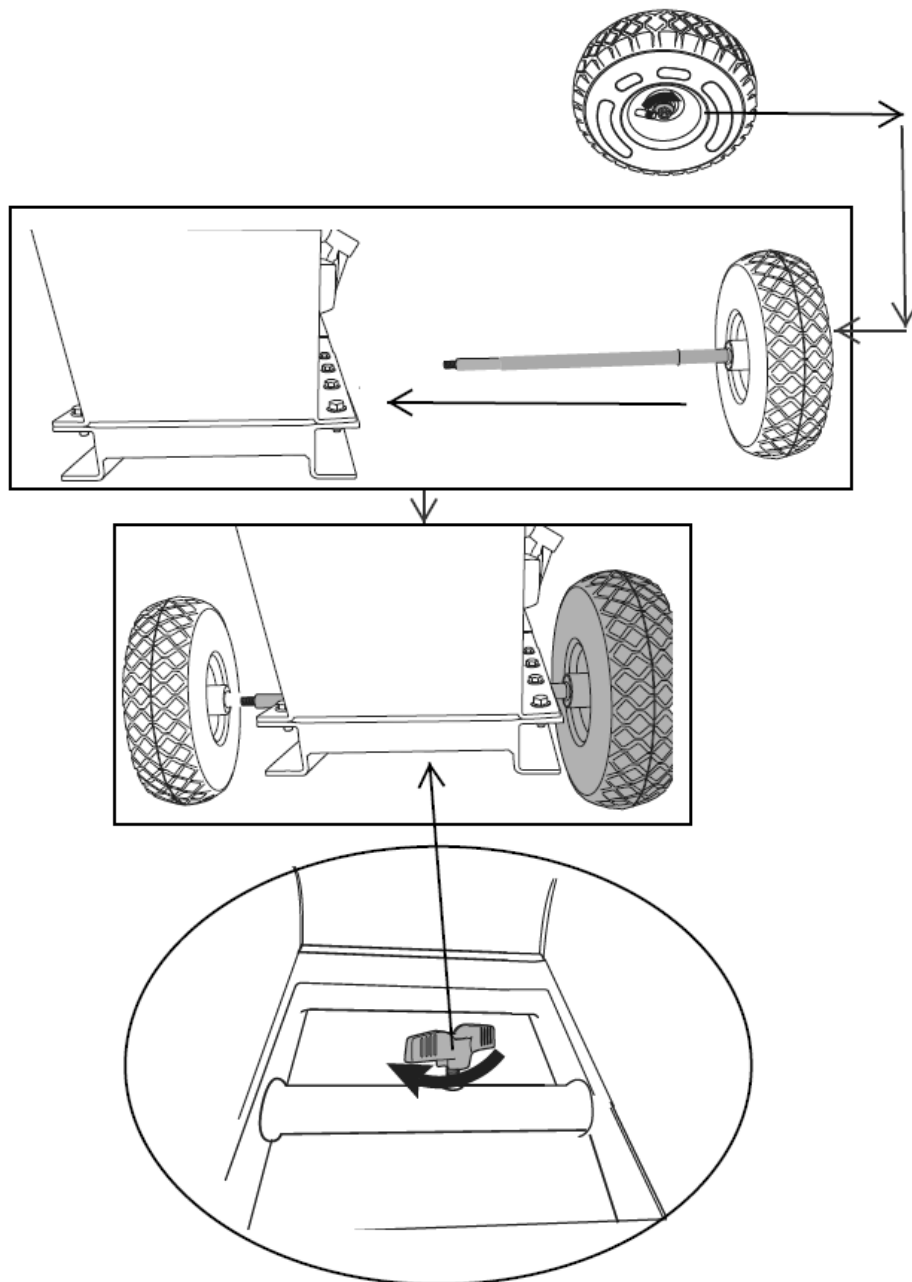

Fig.2
6.1 Montare le ruote di trasporto(Fig.2)